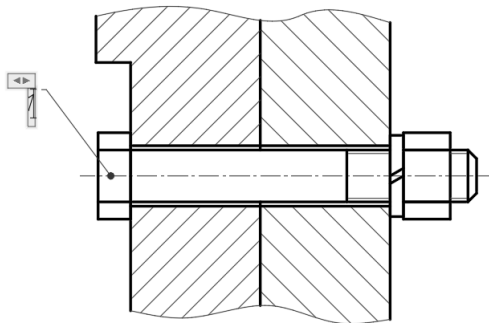
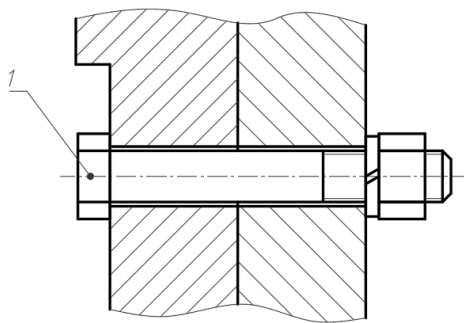

图 8-51 输入序号
图 8-52 完成序号 1 标注
④ 功能区出现“文字编辑器”上下文选项卡，在输入框中输入序号为“1”，如图 8-51 所示，单击“关闭文字编辑器”按钮，完成的第一个序号标注如图 8-52 所示。